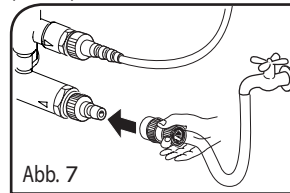

Abb. 7
3. Den Wasserzuführschlauch an den Pumpeneingang anschließen (Max. 10 bar, Höchsttemperatur 40° C) (Abb. 7).